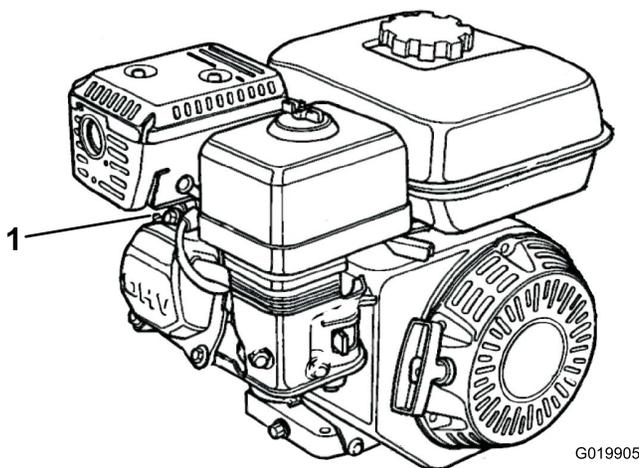

Bild 30
1. Ziehen Sie den Zündkerzenstecker von der Zündkerze ab (Bild 30).